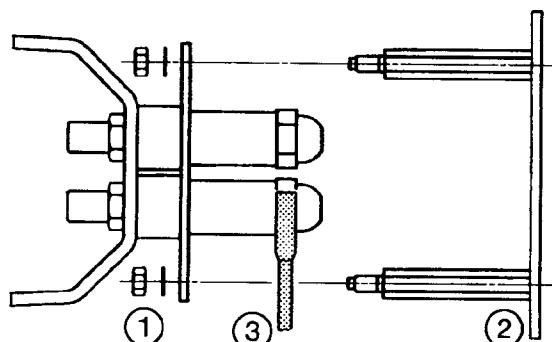

Рис. 11
- открутить гайки (1) (Рис. 11) и вытащить стабилизирующий диск (2);
- заменить форсунку гаечным ключом (3) 16 мм.